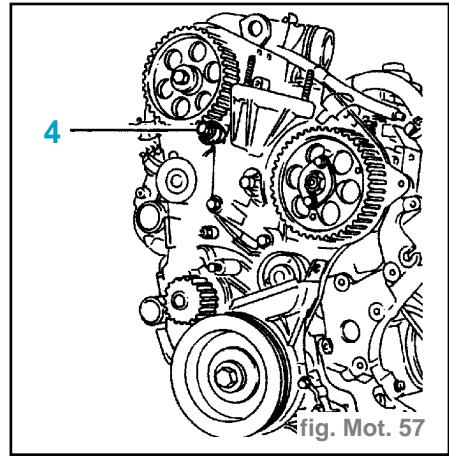

fig. Mot. 57
- Reposer la goupille de centrage à l'aide de l'outil (4) (fig. Mot. 57).
- Déposer l'outil (4) et le goujon.